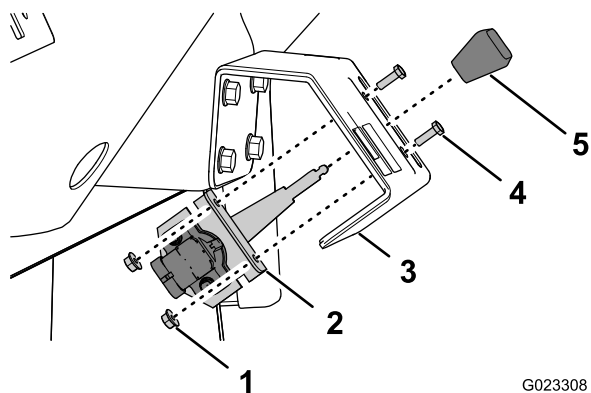

Figure 19
1. Retirez le bouton (le cas échéant) du levier de la manette d'accélérateur (Figure 19).
2. Placez le levier de la manette d'accélérateur en face de la fente du support qui est fixé à la manette d'accélérateur et alignez les trous du support sur la manette d'accélérateur (Figure 19).
3. Fixez la manette d'accélérateur à son support au moyen des 2 boulons (10-32 x 5/8) et des 2 écrous (Figure 19).